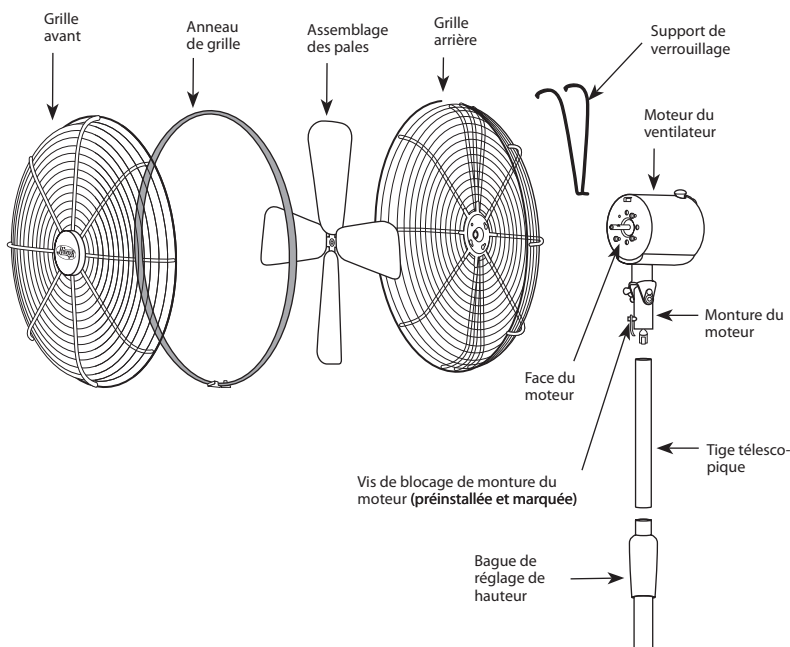

FIGURE 3
11. Desserrer la bague de réglage de la hauteur sur la tringle télescopique en la tournant dans le sens antihoraire. Voir Figure 3. Allonger la tringle télescopique d'environ 25 cm (10 po). Tourner la bague de réglage dans le sens horaire pour fixer la position de la tringle télescopique.
12. Retirer la vis de blocage de la monture du moteur (pré-installée et marquée) et la mettre de côté pour une réinstallation ultérieure. Voir Figure 3.
14. Introduire la partie filetée de la tringle télescopique dans la monture du moteur. Voir Figure 3. Tourner le moteur du ventilateur ou la tringle télescopique pour serrer le joint; réinstaller la vis de blocage de la monture du moteur pour fixer le moteur du ventilateur à la tringle télescopique.